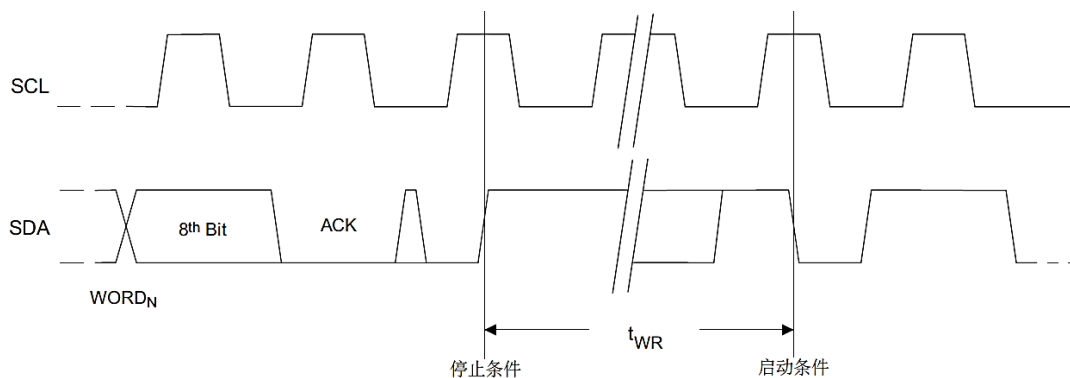

图6 起止条件
**起止条件：**SDA 由高到低且 SCL 为高是启动条件，必须先于任何其他命令。SDA 由低到高且 SCL 为高是停止条件，在一个读序列后，停止命令会使 EEPROM 进入待机模式。如图 6 所示。